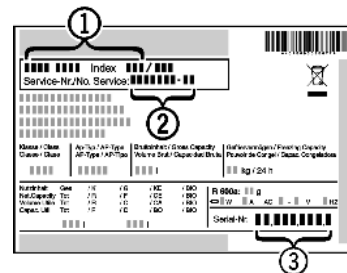

Fig. 14
- ▶ Očitajte naziv uređaja *Fig. 14 (1)*, servisni broj *Fig. 14 (2)* i serijski broj *Fig. 14 (3)* s tipske pločice. Tipska pločica nalazi se na lijevoj unutarnjoj strani uređaja.
- ▶ Obavijestite službu za kupce i javite im kvar, naziv uređaja *Fig. 14 (1)*, servisni broj *Fig. 14 (2)* i serijski broj *Fig. 14 (3)*.